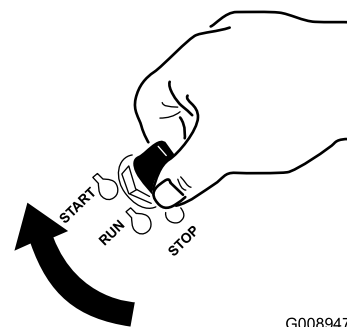

Figura 14
1. Rode a chave da ignição para a posição ARRANQUE (Figura 14).